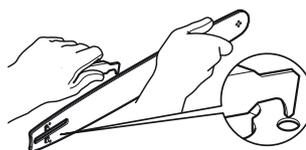

Fig. 48
- > S'assurer le pignon de renvoi (22). En cas d'usure ou d'endommagement, confier son remplacement à un agent d'entretien autorisé.
- > Nettoyer les résidus des rails de la barre de guidage (4) avec un tournevis, une spatule, une brosse métallique ou autre outil similaire. Cette précaution dégagera le passage de l'huile et garantira la lubrification correcte de la barre (4) et de la chaîne (3) (Fig. 48).